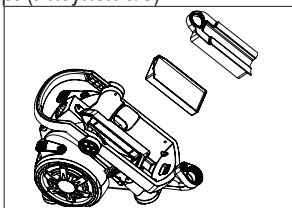

Рисунок 6/5
1. Поднимите фиксатор, чтобы высвободить передний фильтр двигателя. Снимите крышку фильтра, чтобы достать до него. Потяните фиксатор на себя, чтобы извлечь фильтр. (Рисунок 6/5)